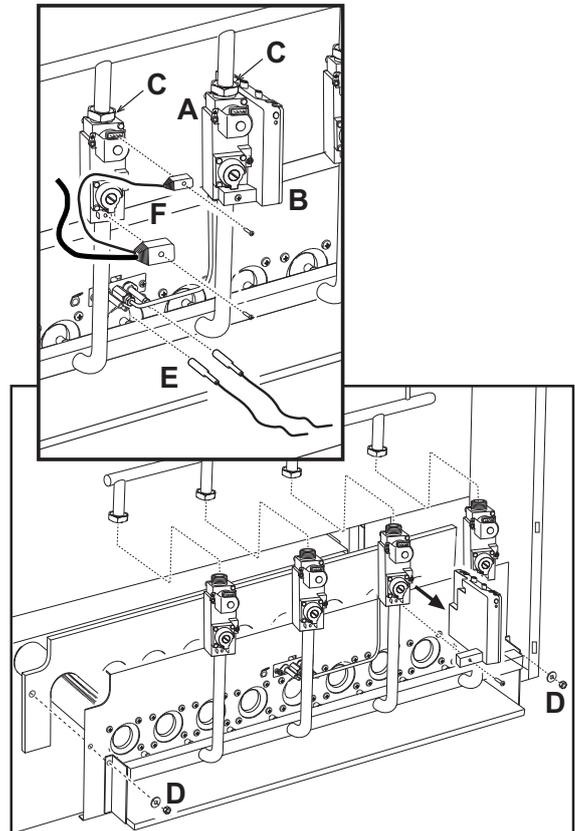

fig. 7 - Desmontaje y limpieza de los quemadores
- Desenroscar los dos tornillos de fijación y extraer la centralita electrónica de control de la llama ( B - fig. 7) de la válvula del gas ( A - fig. 7).
- Desenroscar las tuercas que fijan el tubo de entrada de gas en posición previa a las válvulas del gas ( C - fig. 7).
- Desenroscar las dos tuercas que fijan la puerta de la cámara de combustión a los elementos en fundición de la caldera ( D - fig. 7).